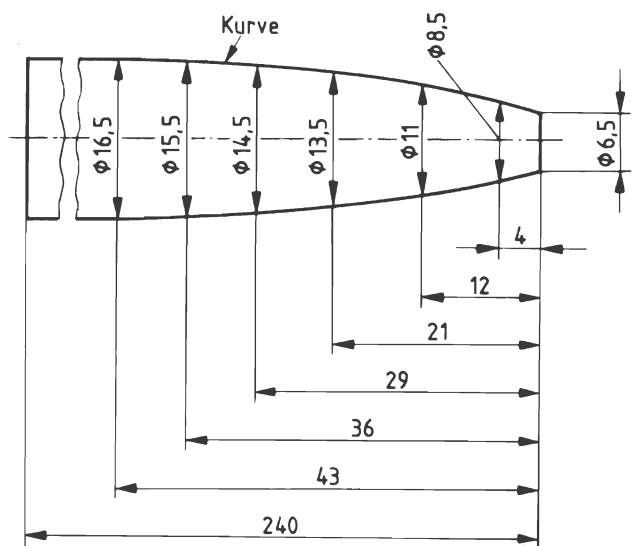

Bild 17.
Maße für Sonderformen werden z. B. wie in Bild 17 dargestellt eingetragen.
- mit einem Pfeil an einer Körperkante (Bild 17, Kurve)
- ohne Begrenzungszeichen an allen anderen Linien z. B. Maßlinien, Mittellinien (Bild 17, Maß $\varnothing 8,5$)
schrieben werden, müssen in derselben Richtung, die sie an der Maßlinie hätten (Bild 17 Maß $\phi 8,5$) oder in Leserichtung der Zeichnung eingetragen werden.